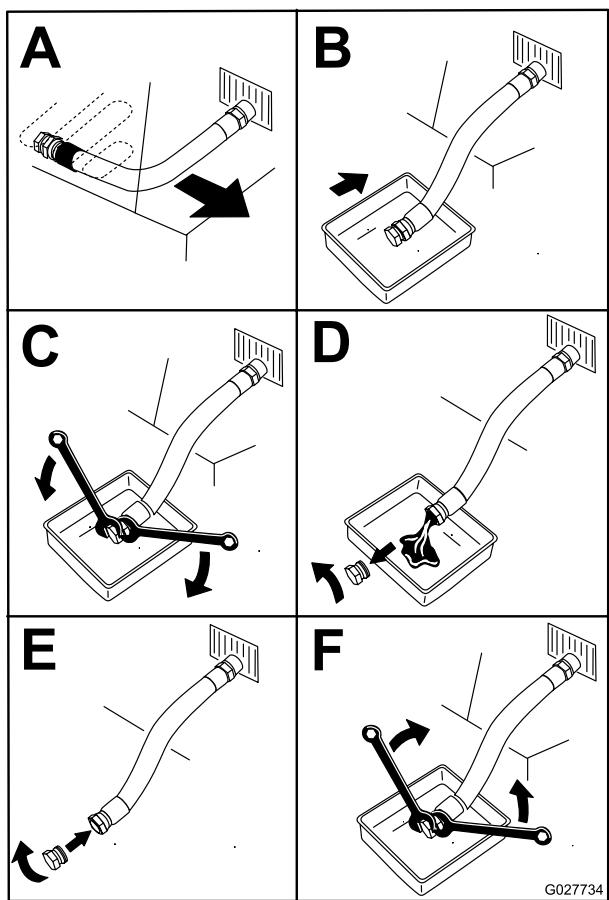

Figura 57
4. Desligue o motor, retire a chave e espere até todas as partes em movimento pararem antes de sair da posição de funcionamento (Figura 57).